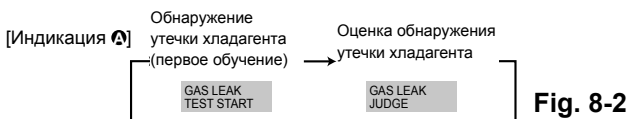

Fig. 8-2
2. Нажмите кнопку **CLOCK** и выберите [GAS LEAK TEST START] (ЗАПУСК ПРОВЕРКИ УТЕЧКИ ГАЗА). (Fig. 8-2)